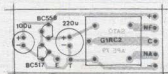

Fig. 3
- FIG. 3 - CHAPEADO DA MONTAGEM - A estilização clara da colocação (e identificação...) dos componentes, agora sobre a face *não cobreada* do impresso... Observar com atenção os seguintes pontos: identificação dos códigos dos transistores e orientação dos ditos cujos sobre a placa, referenciada pelos respectivos lados *chats* e polaridade de terminais dos dois capacitores eletrolíticos... Quem ainda tiver dúvidas quanto a tais aspectos práticos elementares, poderá recorrer às informações contidas no TABELÃO APE, outro importante encarte permanente de APE... O relê também deve ser colocado na placa em posição única e certa, porém a distribuição dos seus terminais inibe, automaticamente, qualquer possibilidade de erro... A propósito, lembrar que a função das ilhas destinadas a receber os pinos do dito relê deve ser feita em diâmetro um pouco maior do que o usado nas demais ilhas, devido ao fato dos terminais do GIRC2 serem um pouquinho mais grossos do que a média das *pernas* das outras peças... Terminadas as soldagens, conferir tudo, e então cortar as *sobras* dos terminais (só dos transistores e capacitores, pois os do relê são *curtinhos*, não deixando *sobras*...) pelo lado cobreado da placa, aproveitando para verificar o estado dos *correntinos* ou insuficiências, bem como *soldas frias*...).
ocorria no diagrama anterior...) é visto pela sua face não cobreada, só que agora desprezando-se as peças diretamente posicionadas *sobre* o dito cujo, assunto já resolvido na FIG. 3... O que interessa, no momento, são as ligações *externas*, claramente detalhadas... Inicialmente vejamos a ligação ao sensor (que, como já foi dito, não passa de uma pequena superfície metálica - sugestões e detalhes mais à frente...): se a distância entre o tal sensor e a placa puder ser bem curta (digamos, uns 5 cm.), a conexão poderá ser feita com cabinho isolado simples, usando-se apenas o ponto E para a ligação... Se, entretanto, a distância precisar atingir o máximo recomendado, em torno de 15 cm., deve ser feita com cabinho blindado, ligando-se o vivo do dito cujo entre o ponto E e o sensor e soldando-se a malha de terra ao ponto T da placa (no lado próximo ao sensor, a malha pode ser cortada rente, devendo ser deixada *sem ligação*...). Em seguida, observar a barra de conectores tipo *Sintra*, com 5 segmentos, à qual vão ligados cabos isolados correspondentes à alimentação do SATO (pontos (+) e (-)...) e as saídas operacionais para o controle da carga (pontos NF-C-